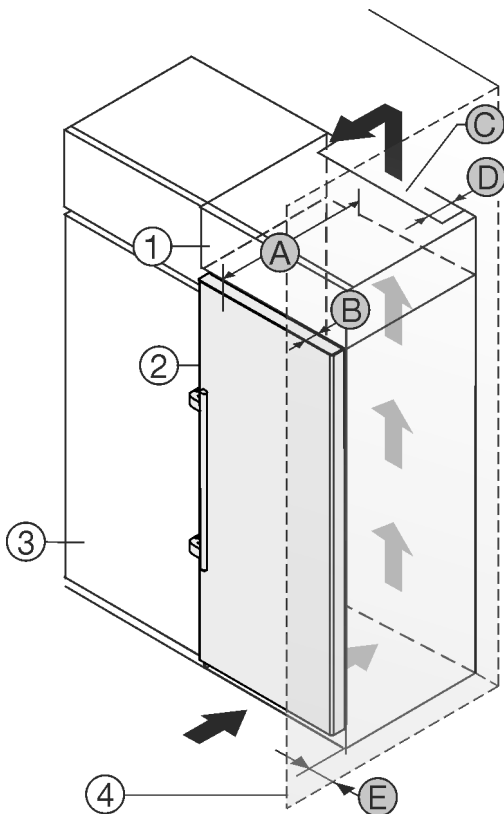

Fig. 2
Můžete přístroj nainstalovat přímo vedle kuchyňské skříňky Fig. 2 (3).*
Na zadní straně nastavné skříňky musí být větrací šachta hluboká Fig. 2 (D) přes celou šířku nastavné skříňky.*
Pod stropem místnosti musí být dodržen ventilační průřez Fig. 2 (C).*
Když přístroj instalujete závěsy vedle stěny Fig. 2 (4), musí být vzdálenost mezi přístrojem a stěnou minimálně 57 mm . To odpovídá přesahu madla při otevřených dveřích.*
Aby bylo možné dvířka plně otevřít, musí přístroj přesahovat o hloubku dveří Fig. 2 (B) vůči přední linii kuchyňské skříňky. V závislosti na hloubce kuchyňských skříňek Fig. 2 (3) a použití vymezovačů odstupu od stěny může přístroj vyčnívat dále.*